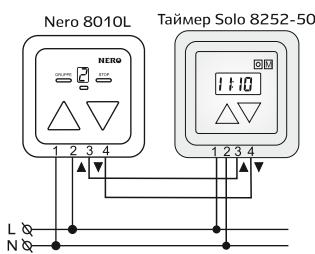

Рис. 3 — Таймер для линейки Nero
- подключение к другим проводным устройствам автоматики в качестве пульта или таймера: управление осуществляется посредством подачи питающего напряжения ~220-230 В (рис. 3 и рис. 4);